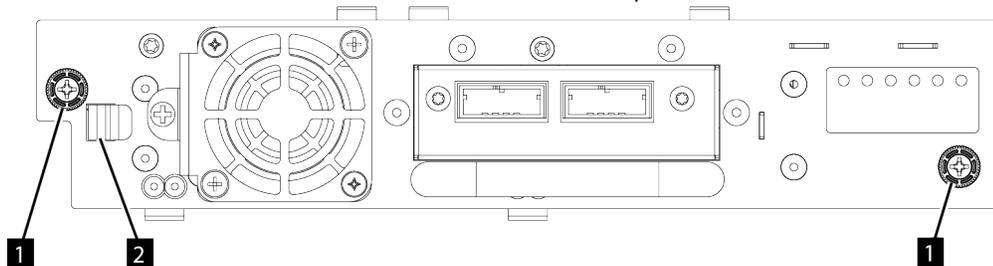

Figure 61. Déverrouillage de l'unité
- Desserrez les vis moletées captives bleues (1 dans Figure 61, à la page 139) de l'unité de bande. Appuyez sur le levier de verrouillage (2 Figure 61, à la page 139) vers la droite et tirez fermement sur la poignée de l'unité de bande tout en soutenant le bas de l'unité pour la retirer de la structure.